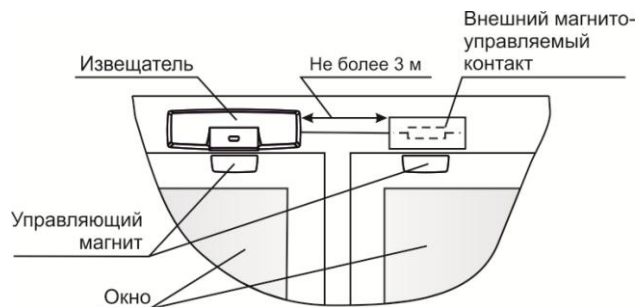

Рисунок 4
**8.1.3** Вариант размещения извещателя на окне (рисунок 4).
- Для контроля **встроенного и внешних** магнитоуправляемых контактов (рисунок 4) установить переключки на вилки **Int** и **Ext**.